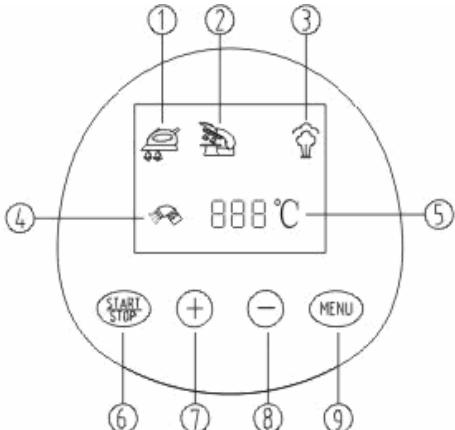

Abbildung 5
- c) Drücken Sie zuerst die „Start/Stop“-Taste und anschließend die „Menu-Taste“, um die gewünschte Funktion auszuwählen. Wenn das Zeichen ▼ auf den Funktionssymbolen der Dampfbügelpresse erscheint, drücken Sie bitte erneut die „Start/Stop“-Taste. Sie können nun die einzelnen Funktionen des Gerätes auswählen, u. a. auch die Dampfbügel-Funktion (siehe Abbildung 5).
- d) Stellen Sie die Temperatur entsprechend dem Material der Textilien ein. Jedes Mal, wenn Sie die Plus-Taste (+) drücken, wird die Temperatur der großen Bügelfläche um 10°C zunehmen. Jedes Mal, wenn Sie die Minus-Taste (-) betätigen, wird die Temperatur der Bügelfläche um 10°C abnehmen (siehe Abbildung 5).